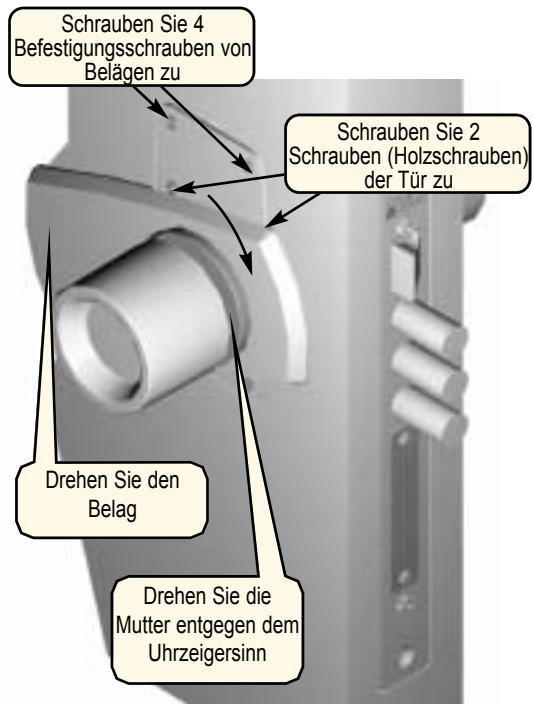

Abbildung 15 - Aufstellung des Innenhandgriffs mit dem Belag
25. Befestigen Sie den Belag (Abb. 15) durch die Drehung die Rundmutter von der Innenseite des Schlosses im Uhrzeigersinn bis zum Anschlag.